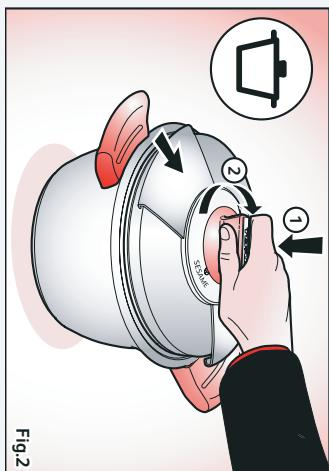
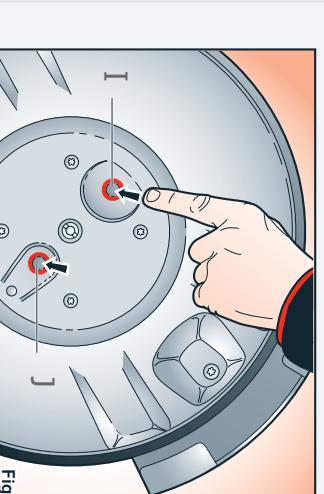

Fig.1
Fig.6
- ⚠️ Attention : vous ne pouvez ouvrir que lorsque l'indicateur visuel de fermeture est descendu (B).**
- Ouvrez (voir paragraphe 1) - **fig. 1**
- Pour ouvrir : tournez la commande d'ouverture / fermeture (F) du couvercle dans le sens inverse des aiguilles d'une montre jusqu'à la position sans dépasser celle-ci - **fig. 6**
- **⚠️ Attention : vous ne pouvez ouvrir que lorsque l'indicateur visuel de fermeture est descendu (B).**